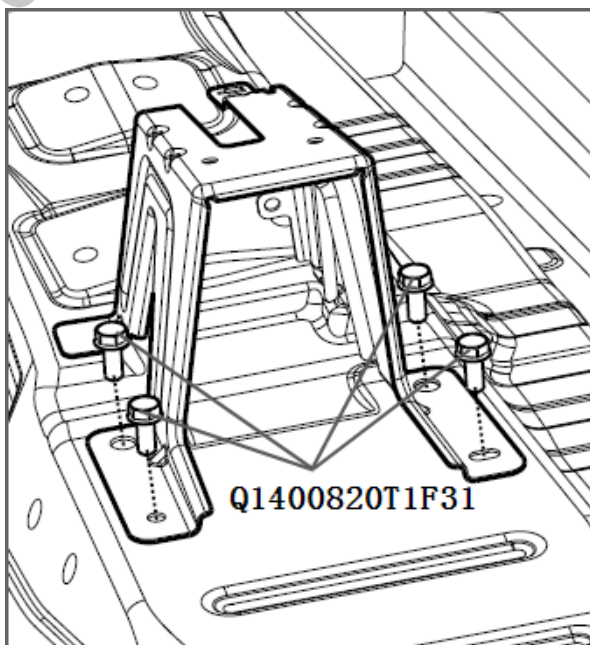

图 1.6.16 副仪表板后部安装支架
- (1) 用10号六角套筒将固定副仪表板后部安装支架的四个螺栓(Q1400820T1F31六角头螺栓和平垫圈组合件)松开并取出。如图1.6.16所示;
(2) 安装与拆卸顺序相反。